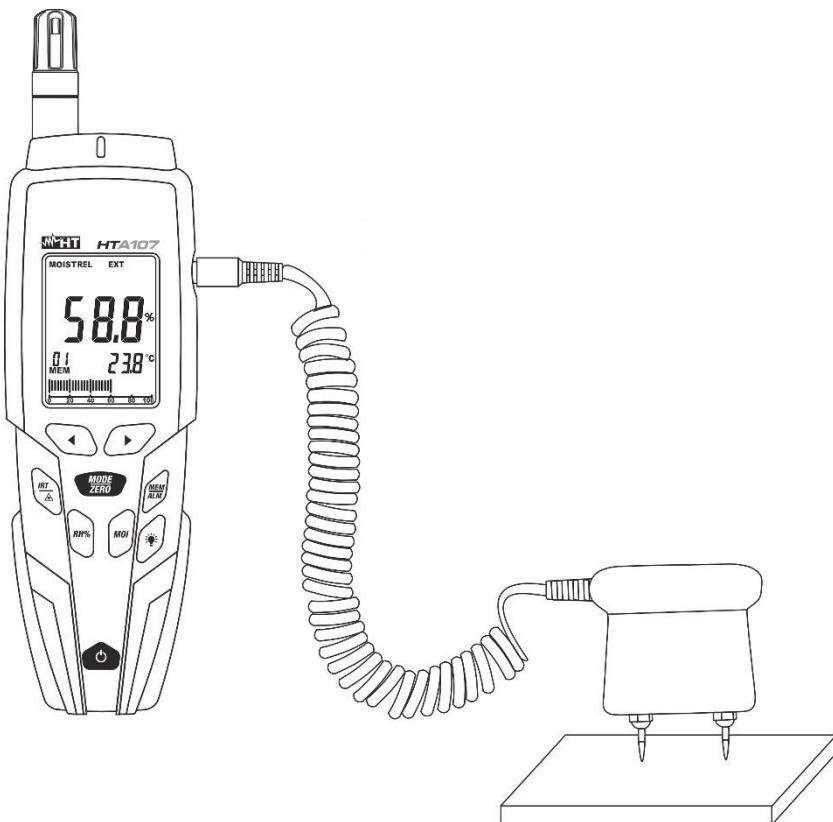

Fig. 9: Utilisation de l'instrument pour mesure de l'humidité par contact avec sonde externe
5. Poser les broches de la sondes sur la surface du matériau à l'essai (voir Fig. 9). La valeur de l'humidité s'affiche sur l'écran principal. La valeur de la température de l'air est présent sur l'écran secondaire